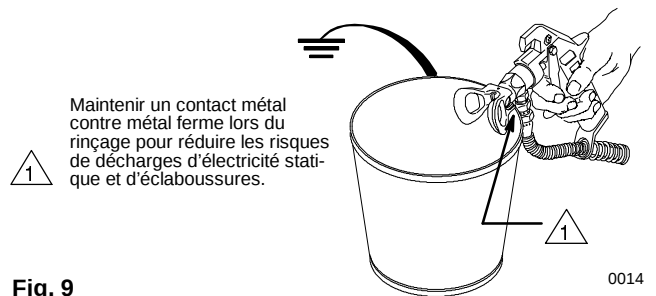

Fig. 9
6. Suivre les indications de la rubrique **Mise en service**, page 13. Maintenir le pistolet déclenché jusqu'à ce que de l'eau ou du solvant propre s'en écoule. Voir Fig. 9. Relâcher la gâchette et enclencher la sécurité de gâchette du pistolet.